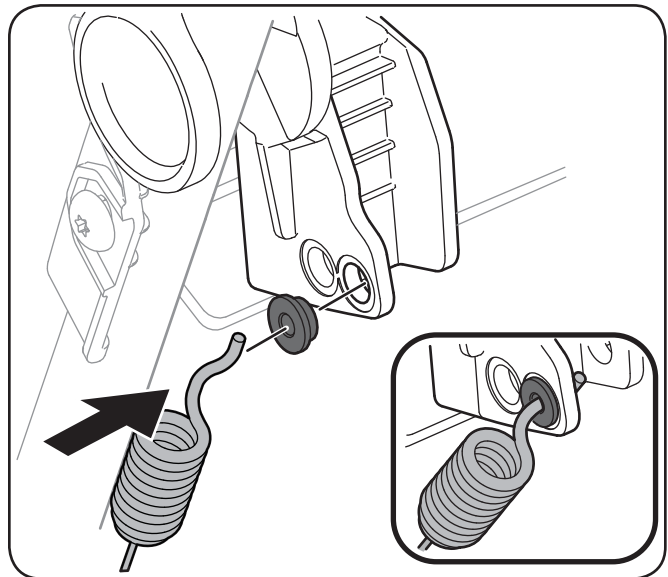

Figure 6-5
4. Remplacez le coussinet dans le trou inférieur. Rattachez le câble en le passant à travers le coussinet et le trou inférieur de la poignée. Voir Figure 6-5.